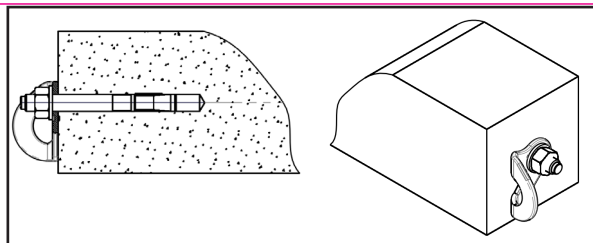
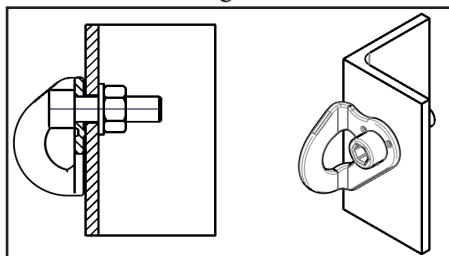

Fig. 3
Fig. 4
7. La conexión a superficies de hormigón debe realizarse mediante anclajes mecánicos con vástago roscado M12. Esta superficies de hormigón debe tener una resistencia a la compresión no inferior a 20 MPa. (ver como ejemplo la Fig.3).
8. En las figuras Fig.3 y Fig.4 se muestran ejemplos de instalación; la Fig.4 es un ejemplo de fijación del PAF180-12 a una superficie de acero, con la ayuda de un tornillo M12, una arandela DIN125 M12 y una tuerca autoblocante DIN985 M12.